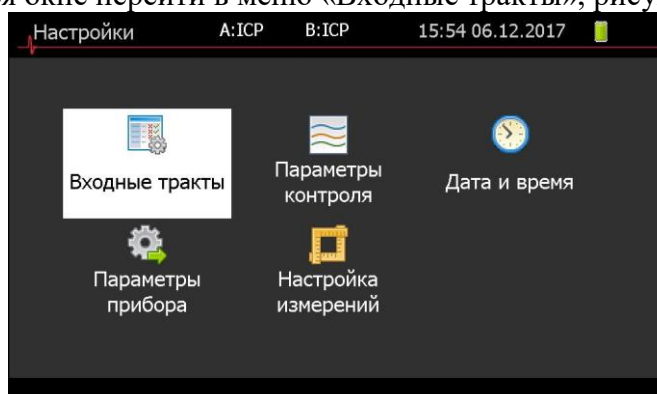

Рисунок 5.2.2
2. В открывшемся окне перейти в меню «Входные тракты», рисунок 5.2.2.